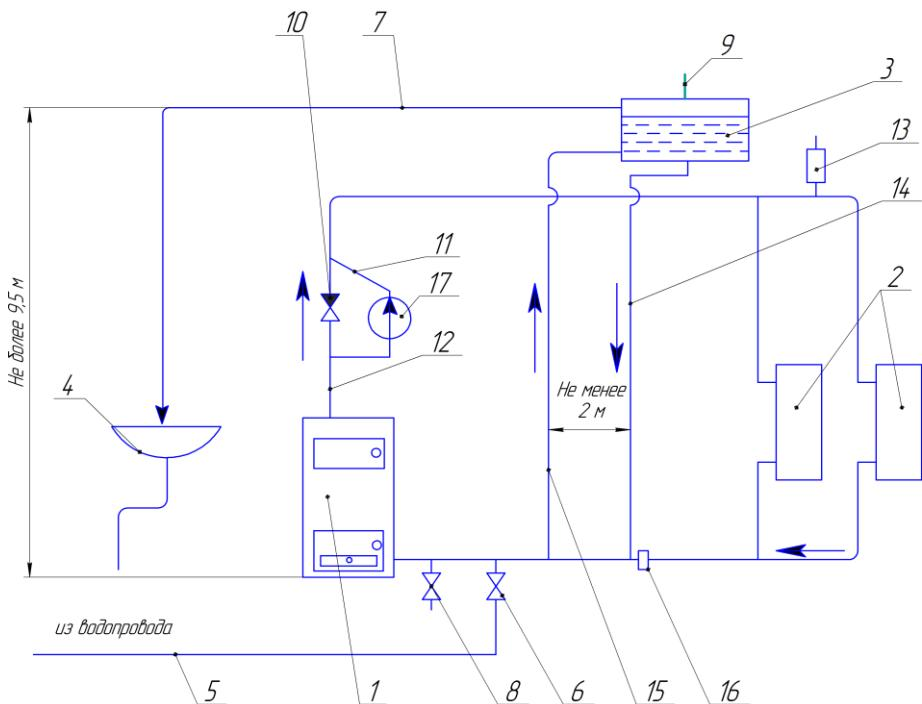
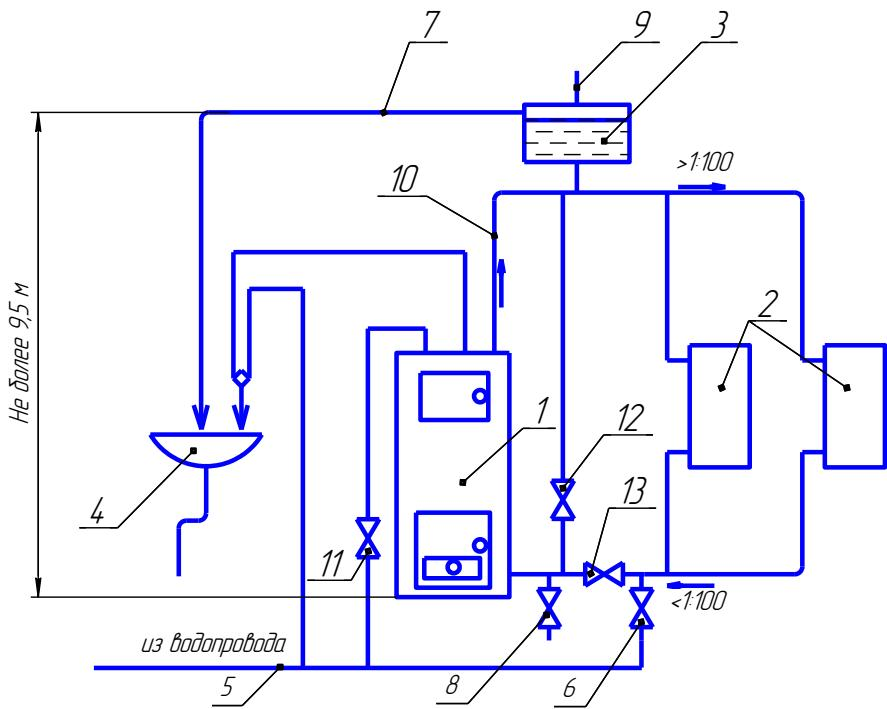
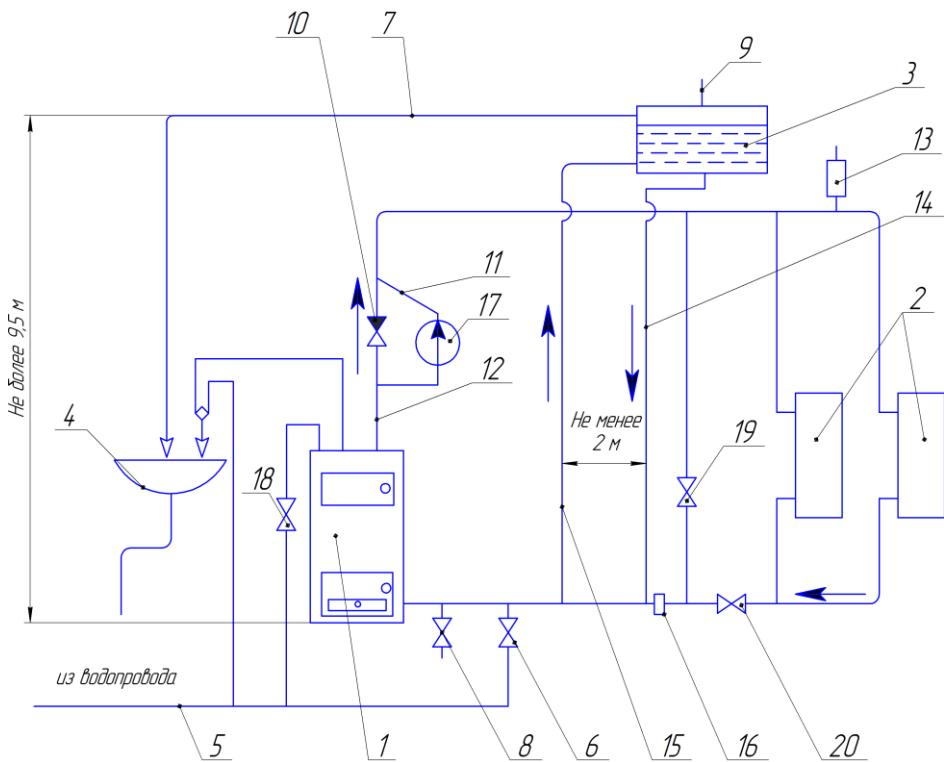

Рисунок 6.3 - Схема присоединения котла к отопительной с искусственной циркуляцией.
Рисунок 6.4 - Схема присоединения котла с водоподогревателем к отопительной системе с естественной циркуляцией.
Рисунок 6.5 - Схема присоединения котла с водоподогревателем к отопительной системе с искусственной циркуляцией.
6.8 При необходимости для создания циркуляции горячей воды в системах отопления можно использовать циркуляционный насос, например ЦН-25-6 (ЦН-32-6) (рисунок 6.3 и рисунок 6.5).
9.2 При длительном водозаборе горячей воды целесообразно увеличить форсировку котла и довести температуру воды в кotle до 85-90 °C, для этого необходимо пробковый кран 12 рисунок 6.4 (19 рисунок 6.5) открыть, кран 13 рисунок 6.4 (20 рисунок 6.5) закрыть. При этом перекрывается система отопления. После окончания водозaborа горячей воды и для восстановления циркуляции воды в системе отопления пробковый кран 13 рисунок 6.4 (20 рисунок 6.5) открыть, а кран 12 рисунок 6.4 (19 рисунок 6.5) закрыть. Для обеспечения длительного водозaborа с постоянными параметрами воды, котел должен работать в стационарном режиме (с постоянным расходом газа или постоянной форсировкой топки при сжигании твердого топлива).
9.3 При использовании горячей воды в зимнее время кран 12 рисунок 6.4 (19 рисунок 6.5) не открывать на длительное время во избежание замерзания воды в системе отопления.
10.1 Наполнение системы водой из водопровода производится через вентиль 6 (рисунок 6.2 и рисунок 6.3). Наполнять до появления воды из переливной линии. Для опорожнения системы в нижней точке её устанавливается спускной вентиль 8.